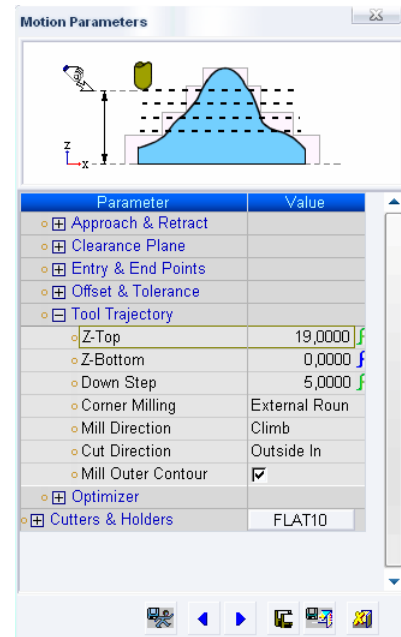

Рисунок 31 - Параметры траектории инструмента
- траектории инструмента (рисунок 31): координаты верхнего и нижнего положения инструмента, величину шага 5 мм, характер фрезерования углов – внешнее скругление, направление фрезерования – попутное, ход инструмента - изнутри наружу, фрезеровать внешний контур.